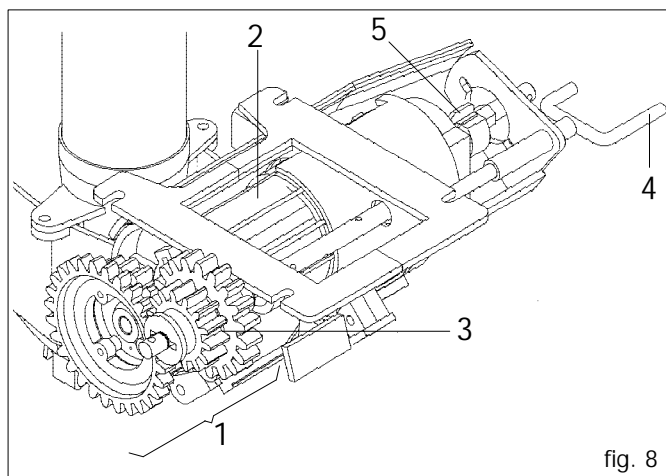
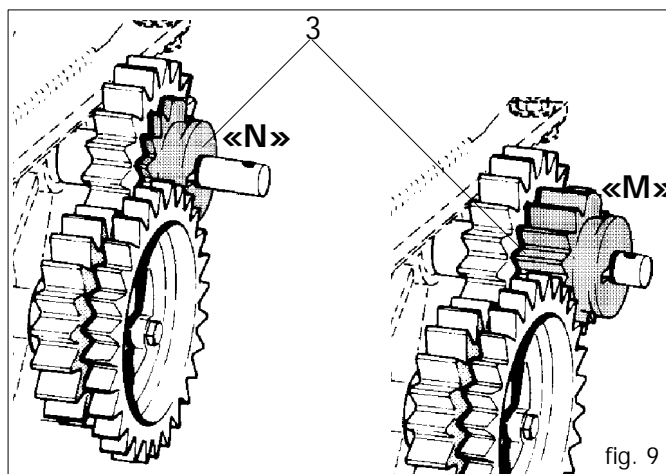

fig. 8
fig. 9
Il dosatore (fig. 8), organo principale per il funzionamento della seminatrice, è posizionato sotto il serbatoio delle sementi. Riceve il moto dalla ruota di trasmissione per mezzo di ingranaggi e catene. Composto da un cambio (1 Fig. 8), permette due rapporti di trasmissione al rullo distributore (2) variando la posizione della ruota dentata rossa (3 Fig. 9). Nella posizione «N», il rapporto al cambio è di 1:1 dettato dalla coppia di ruote dentate Z19; spostando la ruota (3) in «M», il rullo distributore dimezzerà i propri giri, in quanto la trasmissione viene composta dalla ruota motrice rossa Z14 e ruota condotta Z28.
La molla di blocco (5 Fig. 8) permette di modificare il campo d'apertura della saracinesca e contemporaneamente la portata del rullo dosatore.